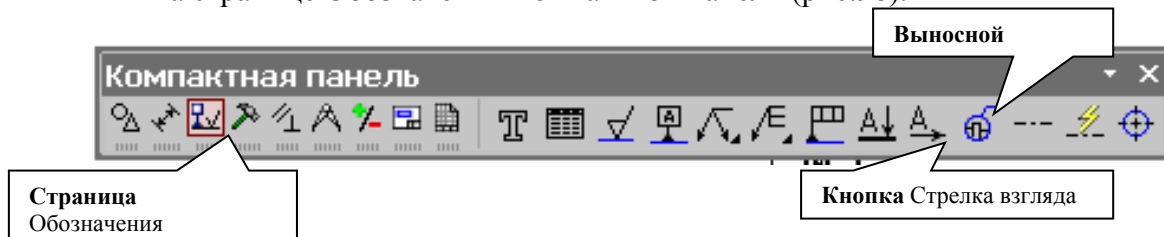

Рис.98 Страница Обозначения
2. Изобразим стрелку взгляда с помощью кнопки Стрелка взгляда расположенной на странице Обозначения Компактной панели (рис.98).
1. Начертим контур, ограничивающий выносной элемент с помощью кнопки  Выносной элемент, расположенной на странице Обозначения (рис.98). Вначале укажите точку центра контура, ограничивающего выносной элемент, затем задайте размеры конура и укажите точку начала полки т2.